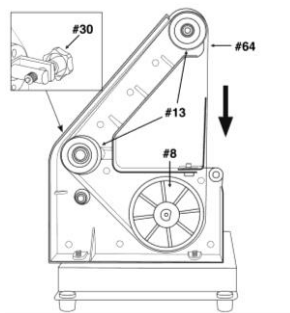

fig. 22
2. Faites tourner la courroie abrasive (n° 64) manuellement pour vérifier l'alignement. La courroie devrait se déplacer le long du centre des roues (n°s 8, 13) (fig. 22).
3. En regardant depuis l'avant de l'outil, réglez la courroie abrasive au besoin à l'aide du bouton de centrage (n° 30) (fig. 22) :